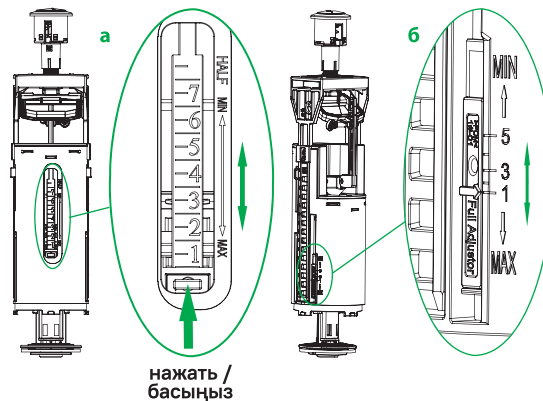

Рис. 7 / 7-сур.
- Для изменения объема частичного (экономичного) слива используйте регулятор частичного слива (рис. 7а):
- Для изменения объема полного слива используйте регулятор на корпусе клапана выпуска (рис. 7б):